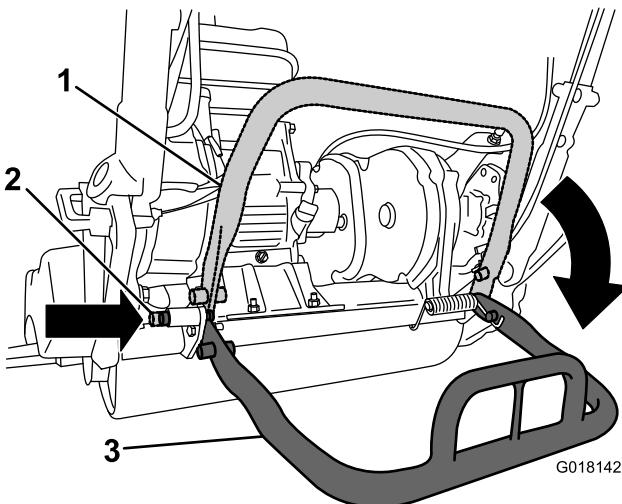

Figura 21
- Para evitar que la máquina vuelque hacia atrás mientras desmonta el molinete, baje el caballlete y empuje hacia dentro el pasador de bloqueo para bloquearlo en la posición de mantenimiento (Figura 21).